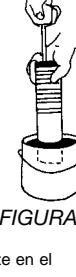

FIGURA 8
3. Sumerja el extremo abierto del cilindro aproximadamente 50 mm (2 pulg) en el recipiente de suministro de grasa (vea la Figura 8).